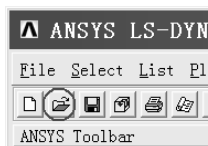

图 4-39 “OPEN ANSYS File”按钮
(2) 单击“14.0: ANSYS Mechanical APDL Product Launcher [Profile:\*\*\*La...”窗口中“Simulation Environment:”方框后的倒立三角形图标，选中“ANSYS”。
(3) 单击“14.0: ANSYS Mechanical APDL Product Launcher [Profile:\*\*\*La...”窗口中“License:”方框后的倒立三角形图标，选中“ANSYS LS-DYNA”。
(4) 在“14.0: ANSYS Mechanical APDL Product Launcher [Profile:\*\*\*La...”窗口中的“Working Directory:”方框内找出“D:\Ch4\shell and ball”目录（单击“Browse”按钮查找）。
(5) 在“14.0: ANSYS Mechanical APDL Product Launcher [Profile:\*\*\*La...”窗口中的“Job Name:”方框内找出“D:\Ch4\shell and ball”目录中的“shell and ball.db”文件。
(6) 单击“14.0: ANSYS Mechanical APDL Product Launcher [Profile:\*\*\*La...”窗口中的“Run”按钮,弹出 ANSYS LS-DYNA 操作界面。
(7) 单击 ANSYS LS-DYNA 操作界面左上角处的“OPEN ANSYS File”按钮(见图 4-39),打开“D:\Ch4\shell and ball”目录中的“shell and ball.db”文件。打开该文件后图形界面中显示划分单元后的球壳与柱壳。